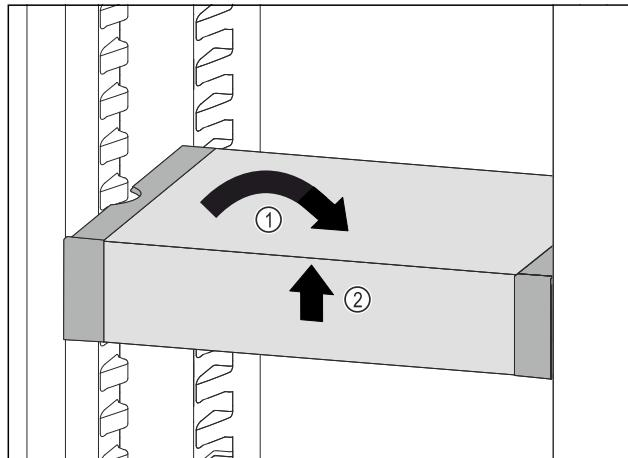

Fig. 134
- VarioSafe postavte rovno. Fig. 134 (1)
- VarioSafe nadvihnite vpred. Fig. 134 (2)